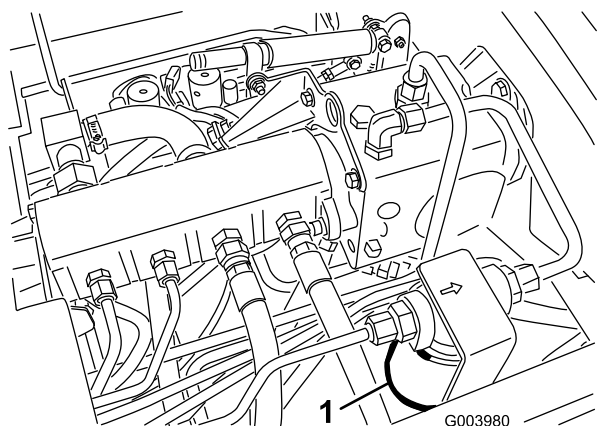
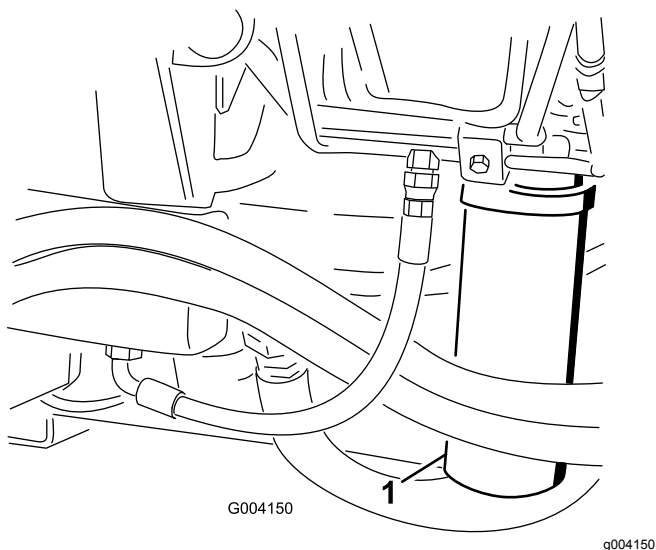

Figura 67
Figura 68
2. Limpie la zona alrededor de la zona de montaje del filtro y coloque un recipiente debajo del filtro (Figura 67 y Figura 68).